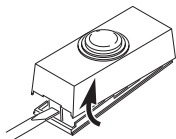
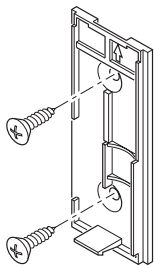

Figura 1
Figura 4
1. Instalar pila alcalina de botón tipo A23 de 12 voltios (Se incluye). Extraer la parte posterior de la caja presionando la aleta en el botón con un destornillador pequeño (vea la Figura 1). Vea el diagrama dentro del pulsador para la orientación correcta de la pila.
- **Montaje con tornillos:** Para montar con tornillos, quite la parte de atrás de la caja empujando hacia adentro la lengüeta de abajo con un destornillador pequeño y girando la cuchilla (vea la Figura 1). *Nota:* Quite la suciedad de los orificios para tornillos (si es necesario) antes de poner los tornillos. Coloque la parte de atrás de la caja contra la jamba o la pared (vea la Figura 4). Encaje a presión la parte frontal del pulsador.